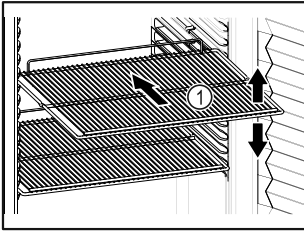

Fig. 62 Primjer izgleda
- Ako su rešetke za polaganje Fig. 62 (1) pomične, prilagodite ih po visini.